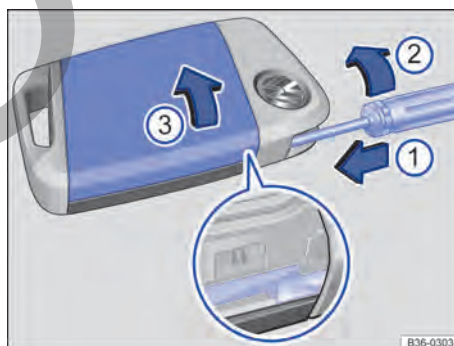
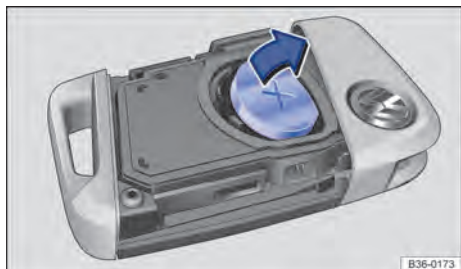

Fig. 56 Llave del vehículo: abrir la tapa del compartimento de la pila.
Fig. 57 Llave del vehículo: cambiar la pila de botón.
- Introduzca un destornillador de hoja plana en la llave del vehículo, por la guía exterior de la llave de emergencia, aprox. 1 cm en el sentido de la flecha → fig. 56 ①.
- Gire el destornillador en el sentido de las agujas del reloj hasta que la tapa se abra → fig. 56 ②.
- Desplace la tapa en el sentido de la flecha → fig. 56 ③ y desmóntela.
- Extraiga la pila de su compartimento → fig. 57 haciendo palanca.
- Encaje una pila de botón nueva en el compartimento → ①.
- Presione la tapa sobre la carcasa → fig. 56 ③.